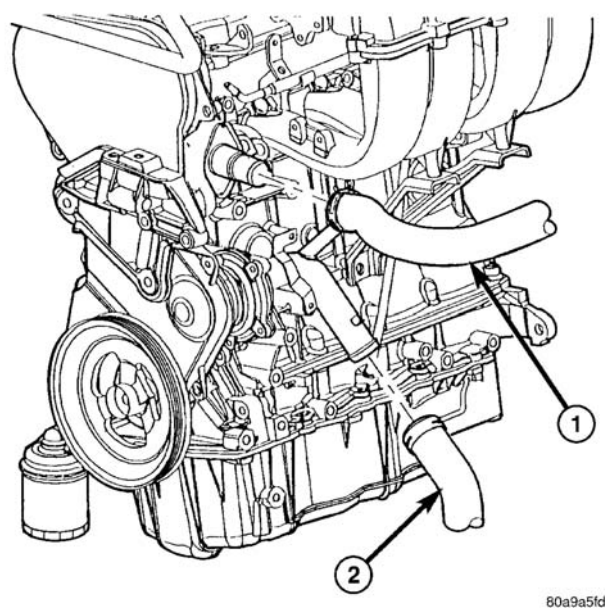

图 7 通向发动机的散热器软管—2. 4L
（2）从冷却液出口处的壳体上卸下散热器上软管（图 7）。
- (4) 将散热器上软管安装到冷却液出口处壳体上（图 7）。
- (5) 重新加注冷却系统（请参见 7—冷却系统—标准程序）。